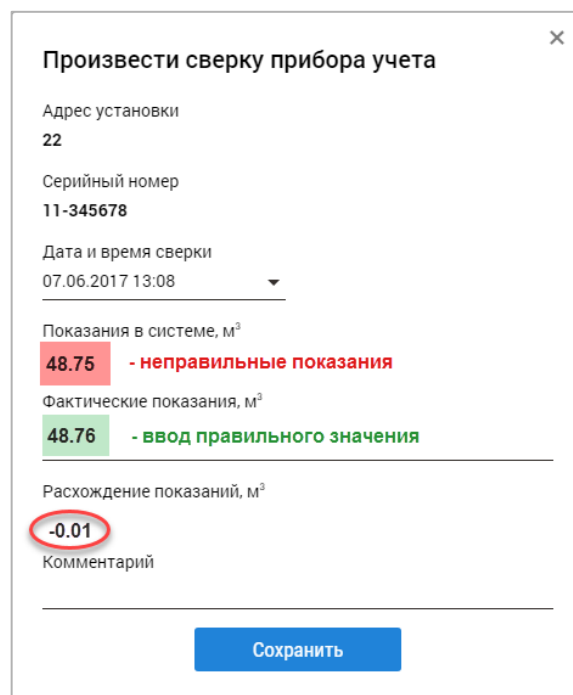

Рис. 29. Сверка показаний.
5. Сравните фактические показания счётчика на момент нажатия с показаниями, сформированными системой. Если значения не совпадают, введите правильное значение в строке **Фактические показания, м³**. В строке **Расхождение показаний, м³** появится вычисленная погрешность измерения (Рис. 29).